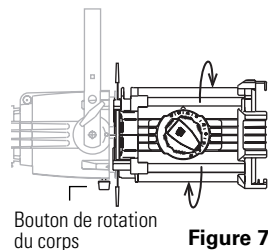

Figure 7
1. Desserrer le bouton de rotation du corps situé directement derrière les couteaux dans la partie inférieure du compartiment réflecteur. Voir la **Figure 7**.